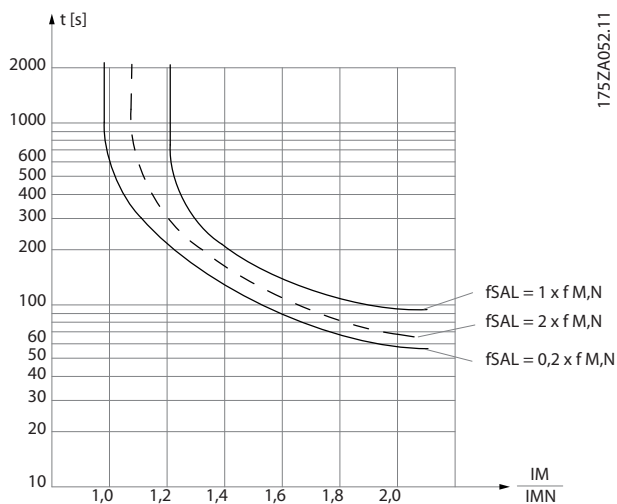

Ilustración 3.17 Características del relé termoelectrónico
- El relé termoelectrónico (ETR) para motores asíncronos simula un relé bimetálico basado en mediciones internas. El ETR mide la tensión real, la velocidad y el tiempo para calcular la temperatura del motor y protegerlo de recalentamientos emitiendo una advertencia o cortando la alimentación al motor. Las características del ETR se muestran en la Ilustración 3.17.